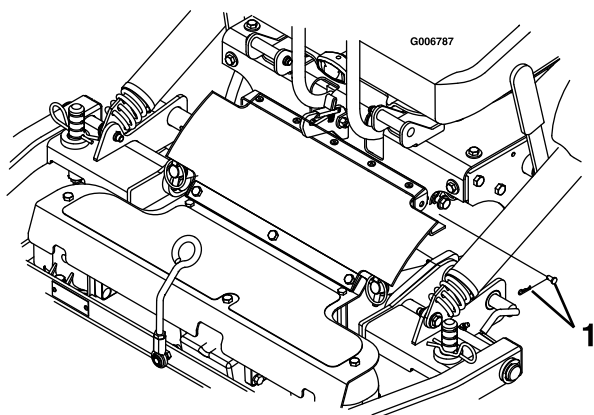

Figure 68
7. Retirez la goupille fendue et l'axe de chape des deux côtés de la protection de PDF (Figure 68).
6. Alignez la partie supérieure de la protection de PDF en caoutchouc et les pattes à l'avant de la console, et fixez-la en position de chaque côté avec un axe de chape et une goupille fendue (Figure 68).